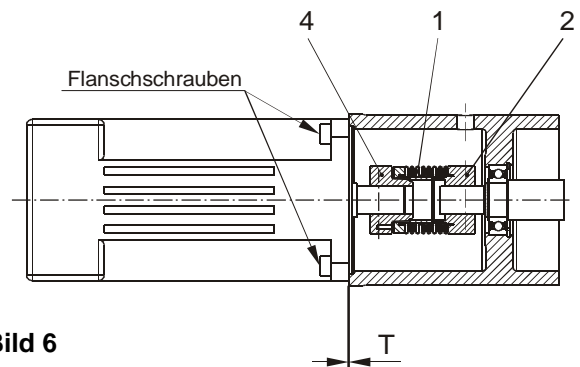

Bild 6
6. Stellen Sie durch vorsichtiges Zusammenstecken der Kupplungshälften die Drehmoment übertragende Verbindung zwischen den Antriebsaggregaten her und montieren Sie die Aggregate endgültig. Achten Sie dabei möglichst nochmals darauf, ob sich die erforderliche axiale Vorspannung der Kupplung von 0,5 bis 1,0 mm ergibt. Dies kann je nach Einbausituation z. B. am Spalt "T" zwischen den Flanschflächen vor dem Anziehen der Flanschschrauben kontrolliert werden (Bild 6).